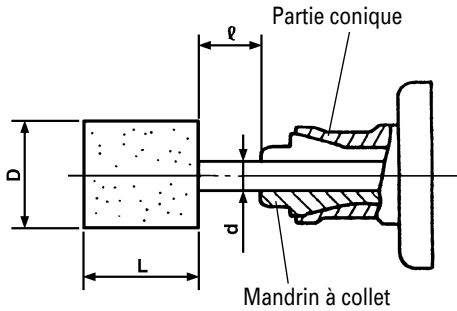

Fig. 2
- Lors de l'installation d'une meule avec l'axe, serrer et fixer le mandrin à collet après avoir appliqué une petite quantité d'huile pour broche (ou de l'huile pour machine à coudre) sur la partie conique indiquée à la Fig. 2.